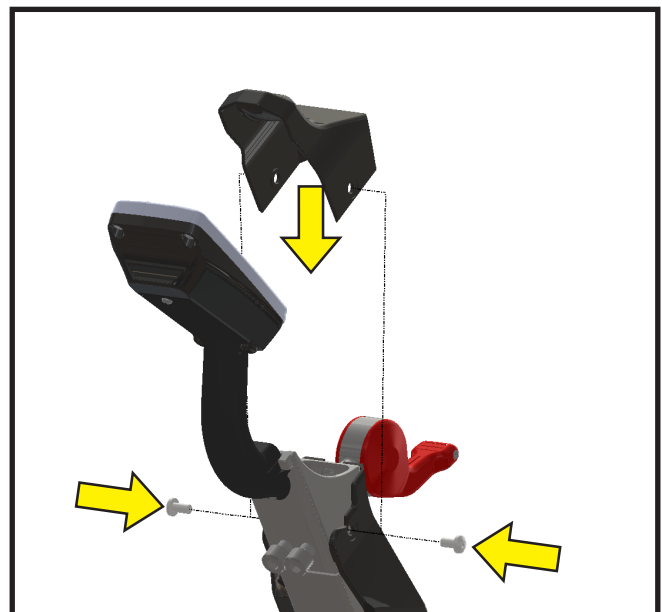

Abbildung 14: Ausrichtung der Schutzabdeckung an den Befestigungsbohrungen
2. Schieben Sie die Schutzabdeckung über den Schweißschutz und rasten Sie diese ein (siehe Abbildung 14).